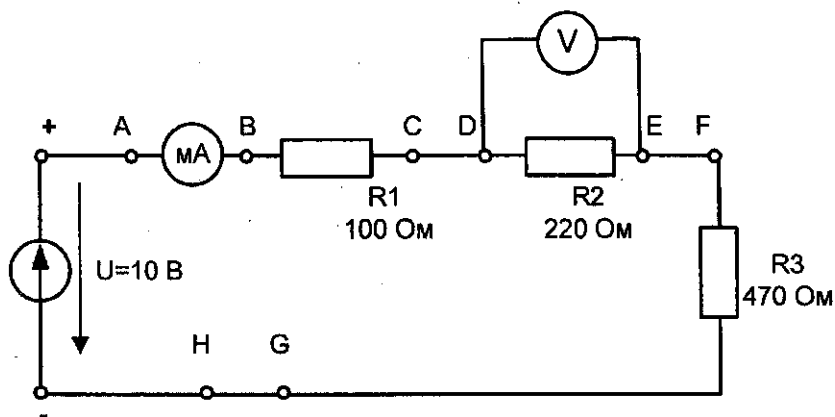

Рис. 4.7.2
- Соберите цепь согласно схеме (рис. 4.7.2), вставив перемычки между точками **A - B**, **C - D**, **E - F** и **G - H**. Поочередно удаляя перемычки и включая на их место амперметр (мультиметр), измерьте токи вдоль всей последовательной цепи.